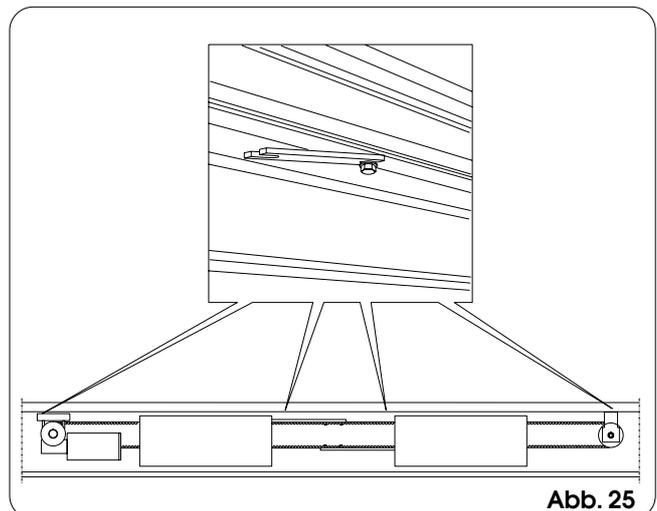

Abb. 25
- Die 4 Bügel auf dem Ende mit den Bohrungen teilweise anschrauben. Dabei sind 4 Zugschrauben zu verwenden. Deren Positionierung ist nach Einsetzen des Antriebsmoduls gemäß Abb. 25 festzulegen.